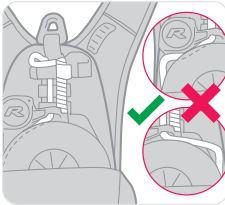

Abbildung 6
- Überprüfen Sie, dass das Abseil-Seil zwischen Trommel und Gestell nicht schlaff ist (siehe Abbildung 6). Wenn das Seil schlaff ist, muss das Latchways PRD sofort außer Betrieb genommen werden und an MSA oder einen autorisierten Händler zurückgeschickt werden.